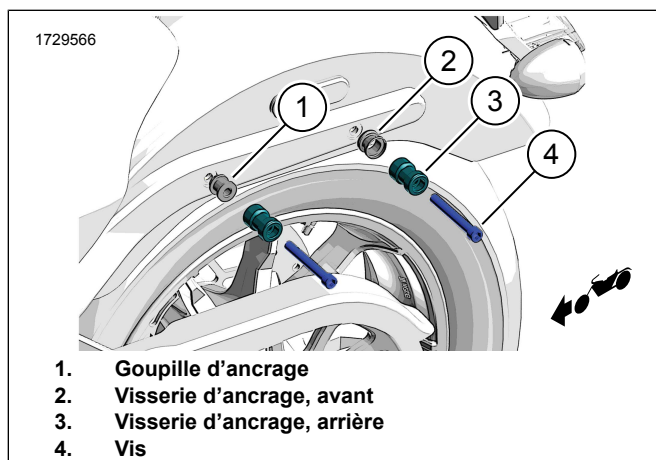

Figure 5. Points d'ancrage (côté gauche illustré)
- d. Voir la figure 5. Installer la visserie d'ancrage arrière (3), la goupille d'ancrage (1) et la vis (4).
- e. Voir la figure 5. Installer la visserie d'ancrage avant (2), la goupille d'ancrage (1) et la vis (4).
- f. Serrer les vis (4). Serrer.